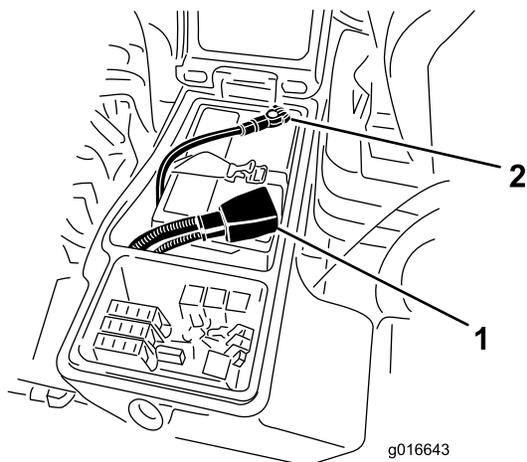

Figure 122
- Débranchez le câble négatif de la batterie (Figure 122).